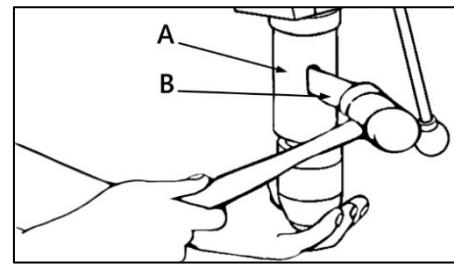

Рисунок 10.
Максимально разведите кулачки патрона повернув зажимное кольцо патрона. Вставьте в отверстие в гильзе (A) (рис. 10) расклиниватель (B) и постучите по нему резиновым молотком, придерживая патрон рукой, чтобы избежать падения патрона при отделении от шпинделя.